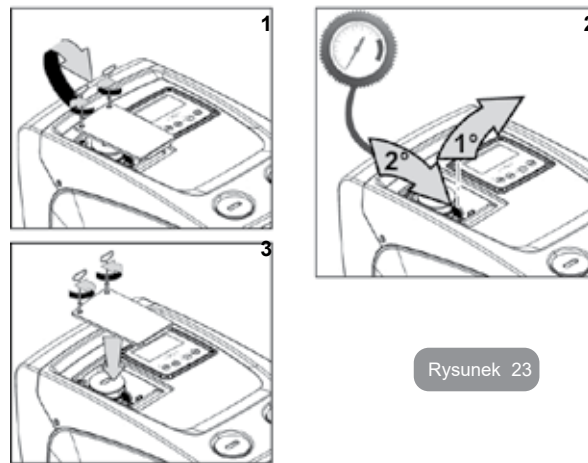

Rysunek 22
(Rys. 22 – 1) użyteczny do wykonania na systemie wyjątkowych czynności
2. podnieść gumową pokrywę korka dostępu do wału silnika (rys. 22);
3. przy użyciu klucza sześciokątnego na 10mm, usunąć korek dostępu do wału silnika (rys. 22);
4. wprowadzić płaski śrubokręt do zespołu wału silnika i manewrować w 2 kierunkach rotacji (rys. 22);